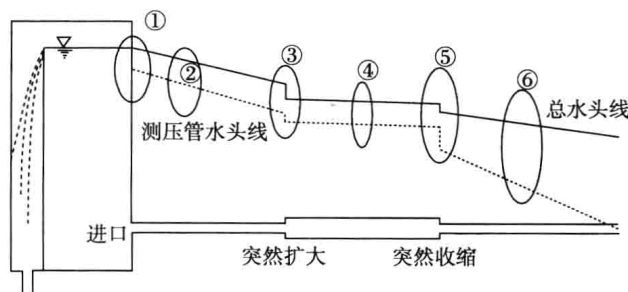

图 10-10
16. 如图 10-10 所示, 水头线有()处错。
- A. ①②⑥
B. ②④⑥
C. ①③④
D. ①②③⑥